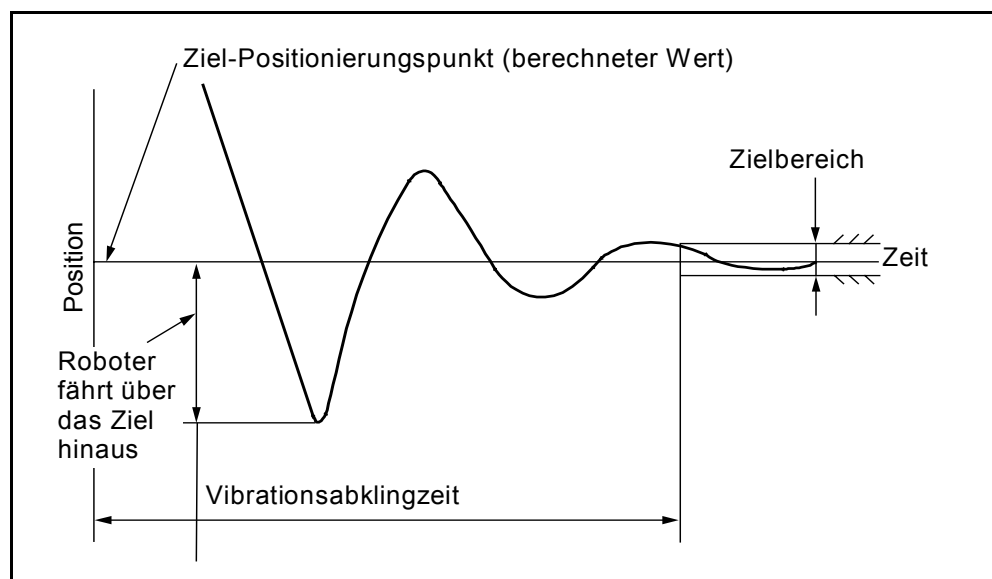

Abbildung 1-8 Vibrationsabklingzeit
3. Nachdem der Roboter sich auf den Ziel-Positionierungspunkt zu- und daran vorbei bewegt hat, klingt die Vibration ab, und der Roboter wird auf den Ziel-Positionierungspunkt positioniert, wie in Abbildung 1-8 dargestellt. Diese Zeit bis zum Abklingen der Vibration wird in der Grafik nicht berücksichtigt.